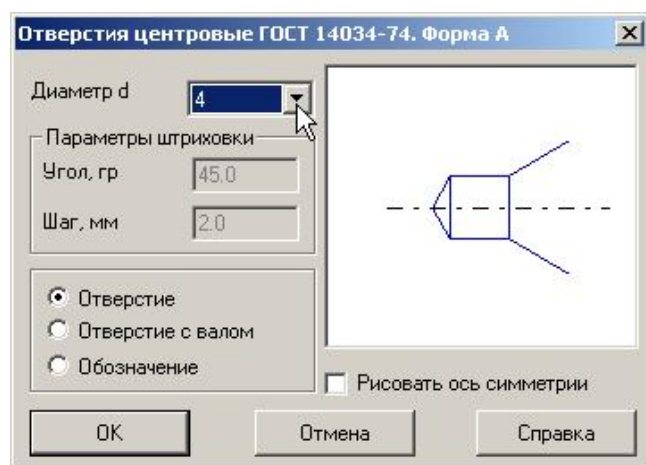
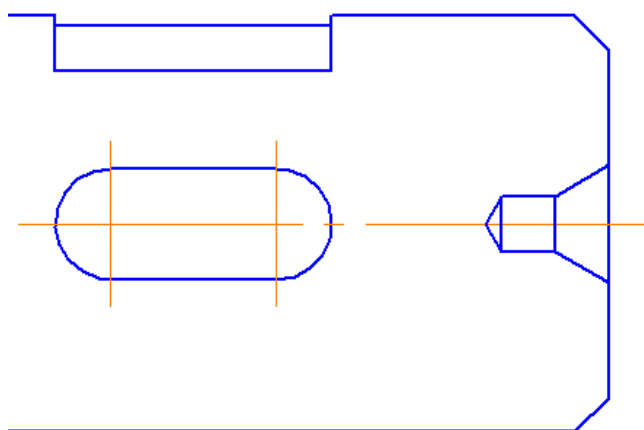

Рис. 37
Рис. 38
5. Для выполнения центрального отверстия откройте **Конструкторскую библиотеку** и выберите **Центровые отверстия «С углом конуса 60 гр»** в разделе **Конструктивные элементы**. Установите параметры отверстия согласно рис. 37 (ось симметрии должна быть отключена) и вставьте в чертеж, рис. 38.